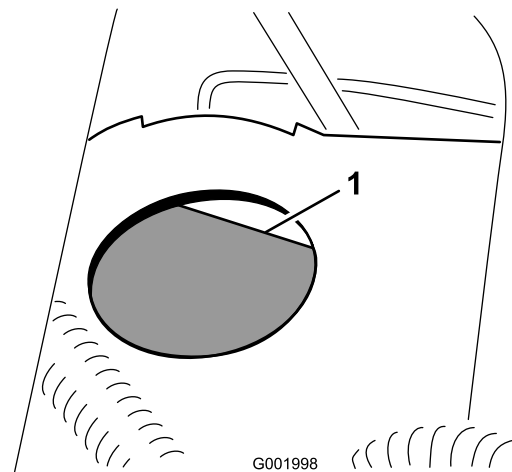

Figura 59
2. O nível do fluido deve estar ao nível da linha Full indicada no reservatório (Figura 59).